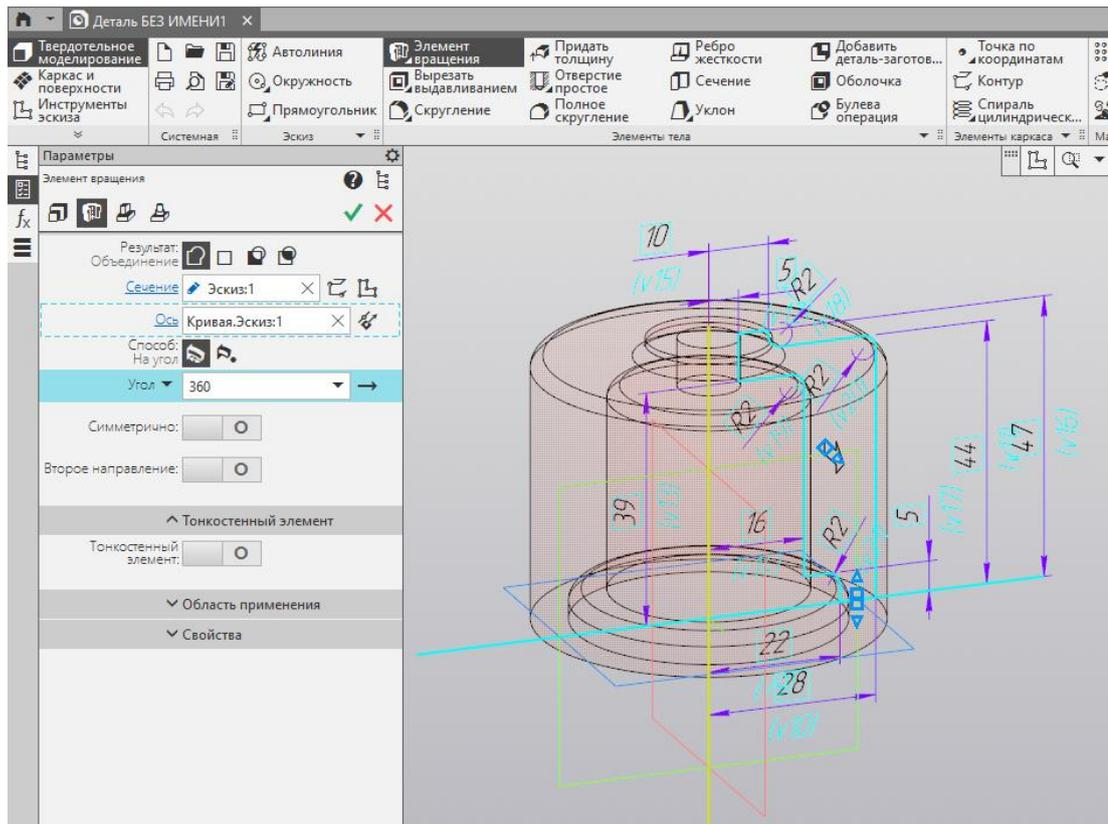
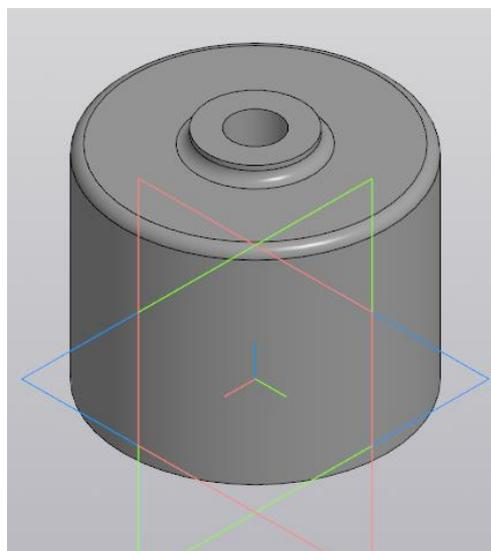

Рисунок 3 – Настройка параметров элемента вращения
Рисунок 4 – Результат построения модели с помощью элемента вращения
1.2 Выберите команду «Элемент вращения»  и убедитесь, что ваш эскиз автоматически выделился, а в окне с параметрами (рис. 3) выбран результат «Объединение» и способ «На угол». Автоматически построится фантом по профилю относительно вертикальной оси. Нажмите зеленую галочку в верху окна с параметрами. Результат выдавливания показан на рис. 4.